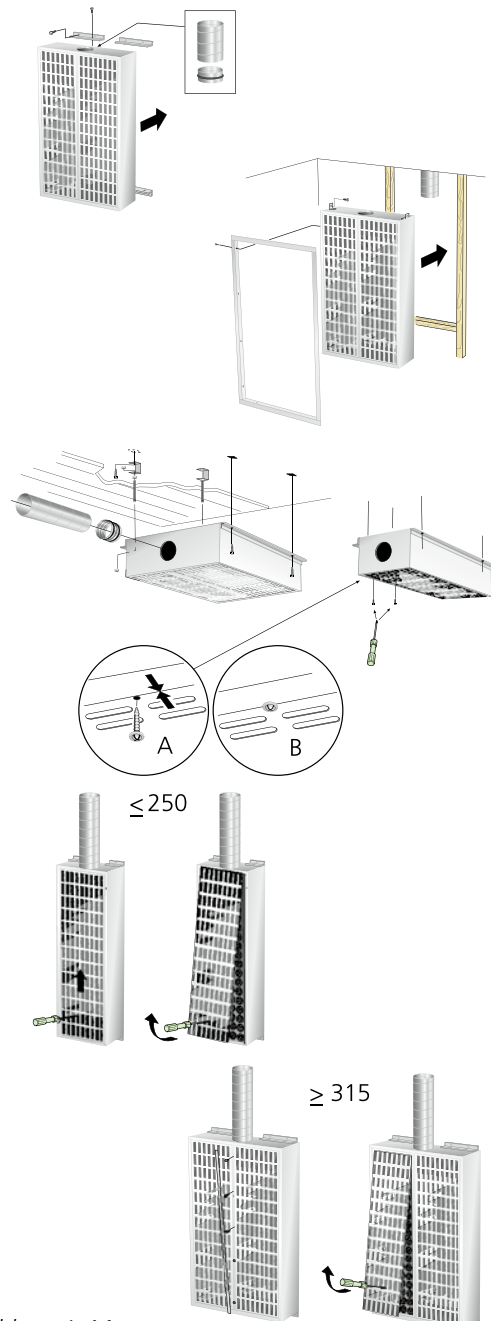

Abbildung 1. Montage.
- Die Front besteht aus einem oder zwei perforierten Frontblechen, siehe Abb. 1.
- Ein Montagebeispiel geht aus Abb. 1 hervor.